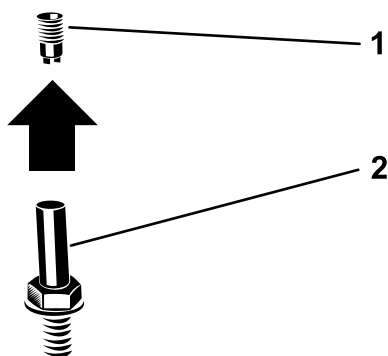

Figura 5
2. Retire o conector do sinal luminoso da tomada do sinal luminoso (Figura 5).